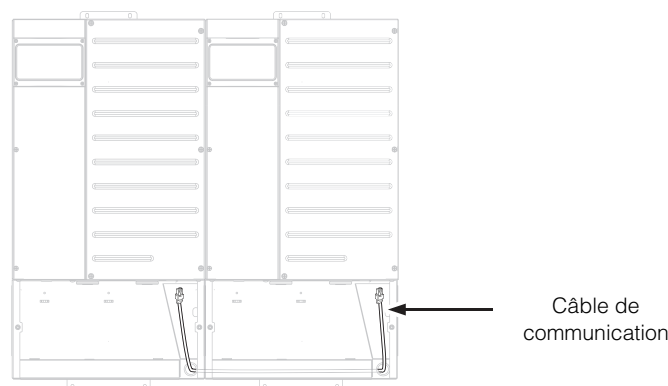

Figure 4-5 Installation des câbles de synchronisation AC et Xanbus
3. Placer le câble comme indiqué dans la Figure 4-5. Faire passer les autres câbles de communication éventuels par les chemins de câbles. Remettre les chemins de câbles en place en veillant à ne pas pincer les câbles. Fixer les chemins de câbles sur la boîte de dérivation à l'aide des vis retirées précédemment.